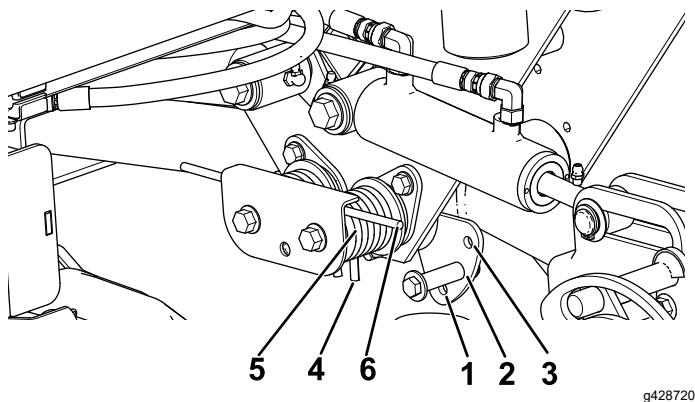

図 45
押圧を変更するには、キャッチプレートを取り外して、2つのスプリング入れ替えます。そして、スプリングの短い脚がキャッチアセンブリの上側リップに乗り上げるようにします(図 45)。
2. 調整作業の最中に、スプリングのテンションが掛からないようにするため、スプリングの長い方の端にパイプなどを通してスプリングの力を殺しておく図 45。
3. スプリングのテンションをなくしたら、スプリングアキュエータを固定しているボルトとロックナットを外す図 45